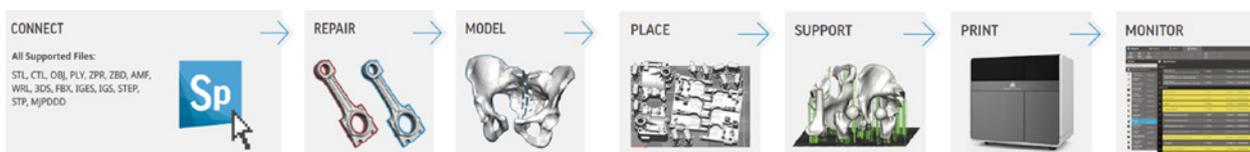

Fig.8 – 3D Sprint (3D SYSTEMS)
- **3D Sprint**, logiciel dédié à l'impression 3D des plastiques (fig.8),